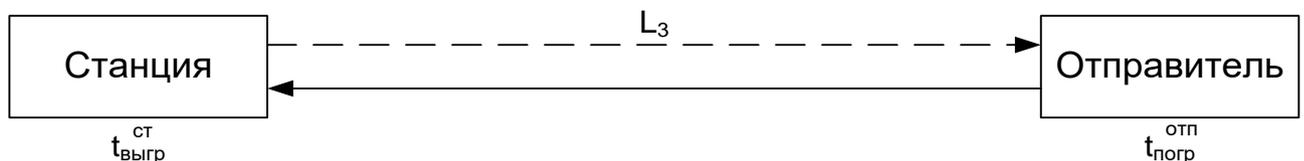

Рис. 6. Схема маятникового маршрута с порожним рейсом к отправителю
- с порожним пробегом к отправителю груза (рис. 6);